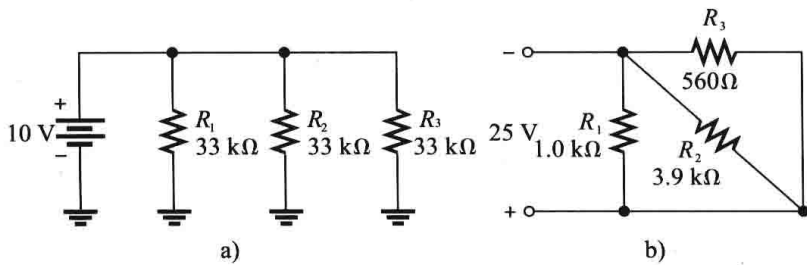

图 5-55 习题 11 图
11. 在图 5-55 所示的每个电路中，总电流 I_T 分别是多少？